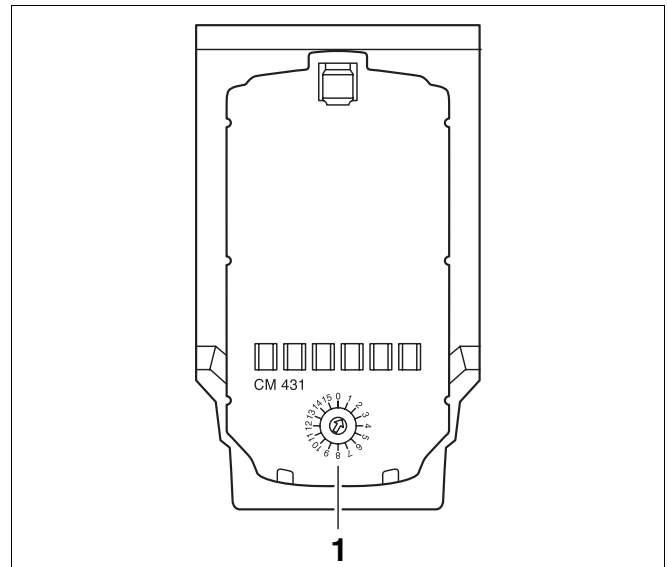

Bild 5 Adresseneinstellung
Die Adresseneinstellung (→ Bild 5, [1]) finden Sie beim Regelgerät Logamatic 4323 auf dem Modul CM431 (hinter der Bedieneinheit MEC2).
- Mit einem Schraubendreher können Sie jetzt die Regelgerät-Adresse einstellen (→ Bild 5)